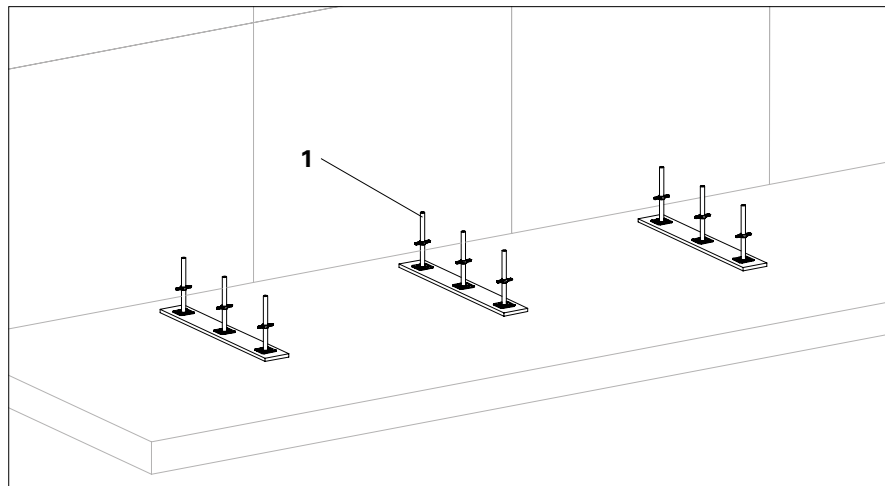

Abb. A2.01
1. Fußspindeln UJB (**1**) im erforderlichen Systemabstand auf lastverteilenden Unterlagen aufstellen. (Abb. A2.01)